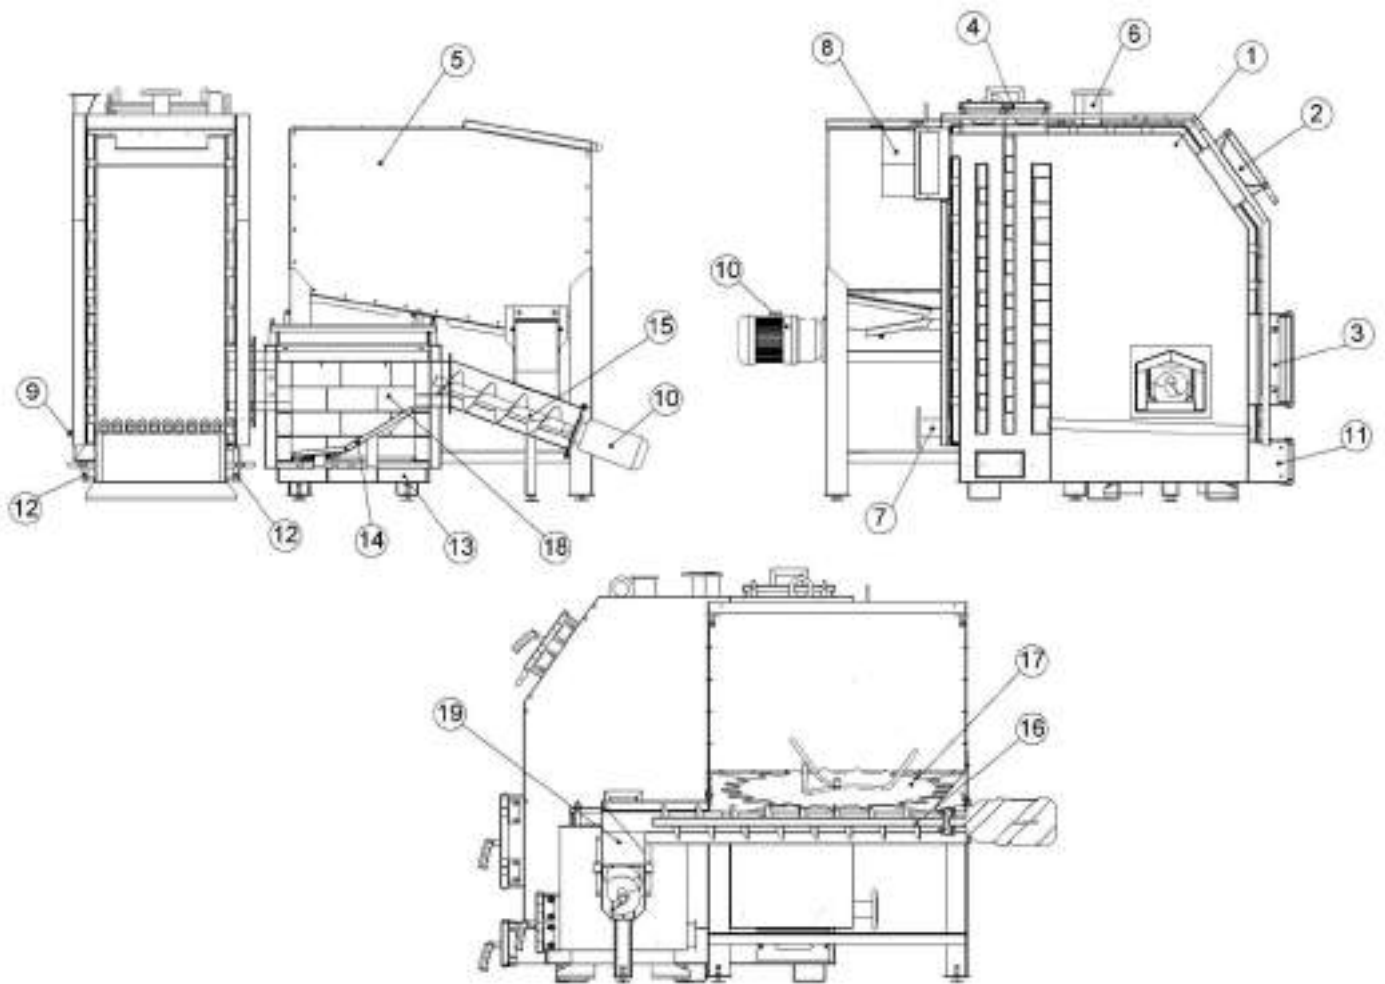

Рисунок 5.1 – Внешний вид и основные элементы котлов типа КТНк
Конструктивно котел представляет собой сборносварную конструкцию, состоящую из корпуса с камерой сгорания (поз. 1, рис. 5.1). Конвекционная часть котла – это комбинированный многоходовой теплообменник.
- шнекового (винтового) механизма подачи топлива (поз. 15,16, рис. 5.1), который приводится в движение мотор-редуктором (поз. 10, рис. 5.1);
- газогенератора, футерованного шамотом (поз. 13, рис. 5.1);
Топливо для процесса сжигания подается автоматически из расположенного у котла бункера для топлива (поз. 5, рис. 5.1) с помощью винтового (шнекового) механизма подачи. В камере сгорания газогенератора происходит процесс сжигания топлива с участием воздуха, поставляемого приточным вентилятором.
Дымовые газы выходят в дымоход через боров (поз. 8, рис. 5.1), расположенный в задней части котла. Боров оборудован дроссельным клапаном продуктов сгорания - шибером, который в случае слишком высокой тяги в дымоходе дает возможность ее снизить путем частичного перекрытия выходного отверстия борава.
В нижней части бункера котла (поз. 5, рис. 5.1) смонтирована труба, которая является кожухом червячного конвейера (шнека) (поз. 16, рис. 5.1). На дне бункера находится вращающийся щит (поз. 17, рис. 5.1). Щит приводится в движение с помощью винтового движения червя. Вращения щита предотвращает зависание топлива в бункере.
Газогенератор состоит из металлического внешнего корпуса и жаростойкой камеры сжигания. Корпус выполнен в форме двойного прямоугольного кожуха, внутри которого находятся каналы, подающие воздух в камеру сжигания. Одновременно воздух охлаждает внешний кожух корпуса. Камера сжигания футерована огнеупорным кирпичом. В нижней части камеры сгорания находится колосниковая решетка (поз. 14, рис. 5.1), на которой проходит процесс газификации топлива с частичным его сгоранием.
Датчик температуры в комплекте контроллера необходимо закрепить на неизолированном участке патрубка прямой сетевой воды (поз. 8, рис. 5.1), используя шпильковое крепление (бандаж). После предварительной затяжки бандажа (бандаж можно обернуть вокруг трубы дважды, или отрезать избыток ножницами для металла), вложить датчик температуры между бандажом и трубой. Осторожно зажать бандаж так, чтобы датчик температуры не перемещался под бандажом. Очень сильное затягивание может повредить измерительные элементы. Обмотать датчик термоизоляционным материалом.
Заполнение котла и всей системы отопления водой должно происходить через штуцер слива воды из котла (поз. 10, рис. 5.1). Заполнение необходимо делать медленно, чтобы обеспечить устранение воздуха из системы.